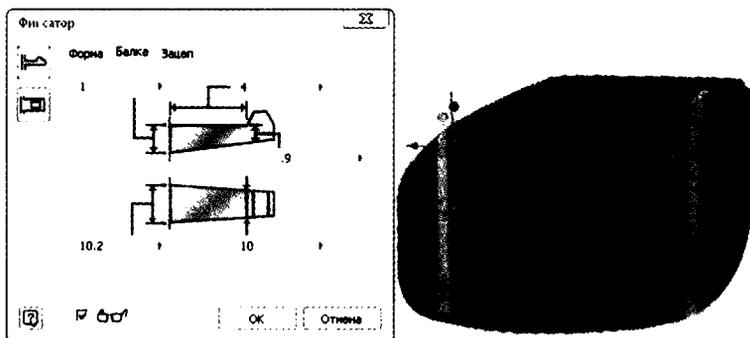

Рис. 9.13. Инструмент Фиксатор создает сложную геометрию легко
7. Введите значения в диалоговом окне, как показано на рис. 9.13, затем нажмите **ОК**, чтобы создать элементы.